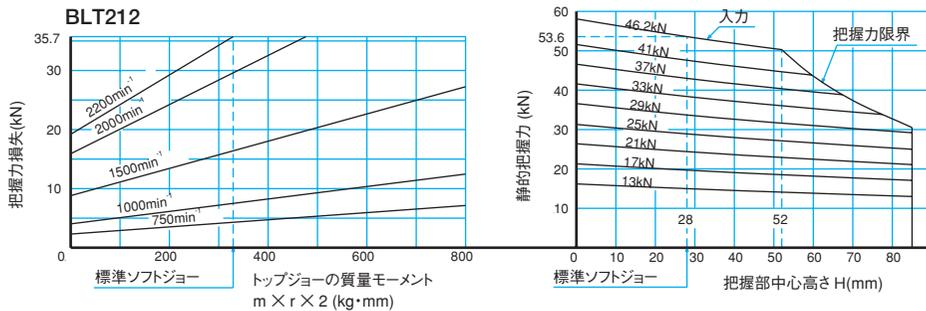

図 9
- トップジョーの高さは把握力制限表の範囲内とすること。（図8、図9参照）